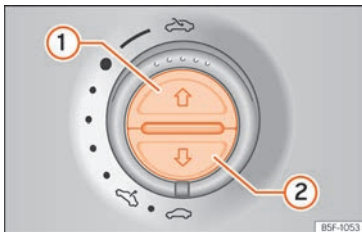

Abb. 112 Im Dachhimmel: Tasten des Sonnenschutzrollos.
- Taste »» Abb. 112 ① kurz drücken.
• *Sonnenschutzrollo:* Innerhalb von etwa 5 Sekunden nach dem Auslösen der Kraftbegrenzung die Taste » » **Abb. 112**  so lange drücken, bis das Sonnenschutzrollo vollständig geschlossen ist.